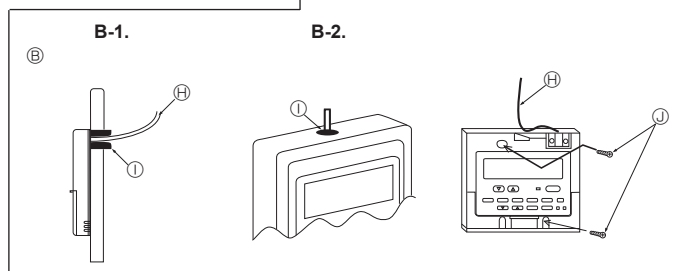

Fig. 7-7
- 2) Замажьте сервисный вход в пульт дистанционного управления замазкой для предотвращения попадания капель росы, воды, а также тараканов или червей. (Fig. 7-7)